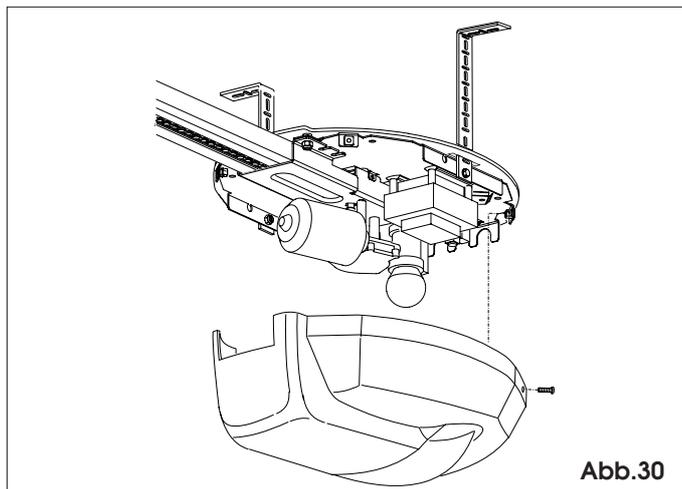

Abb.30
Den Erdleiter der Anlage an der dedizierten Klemme anschließen (siehe Aufkleber Abb. 30 Bez. A).
9.6 Das Gehäuse mit geeigneten Schrauben am Operator befestigen (Abb.30).